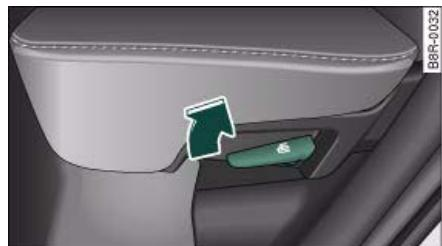

Fig. 61 Ajustar la inclinación del respaldo
- Tire de la palanca hacia arriba y presione el respaldo hacia atrás, hasta alcanzar la posición deseada ⇒ fig. 61. Suelte la palanca.